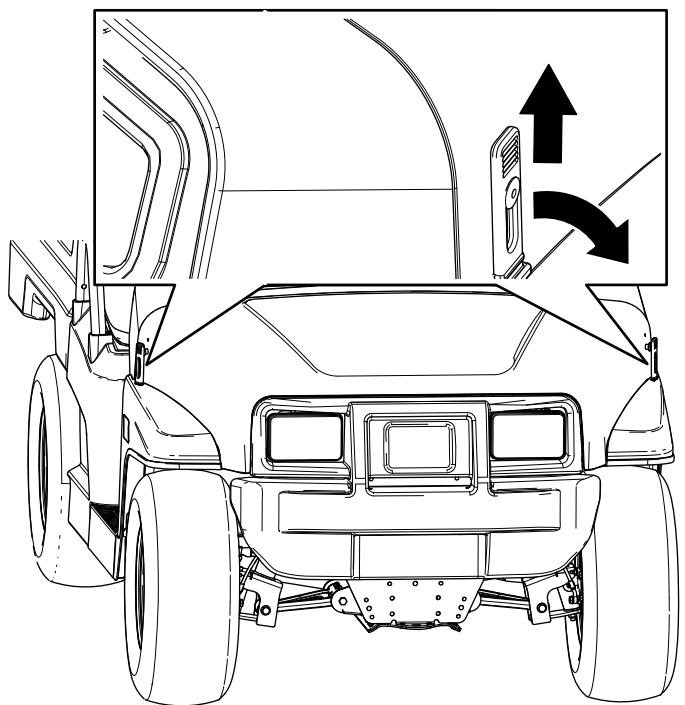

Figura 28
- Tire hacia arriba de los cierres de goma de cada lado del capó (Figura 28).
- Sujete el capó alineando los cierres de goma con los anclajes situados en cada lado del capó (Figura 28).